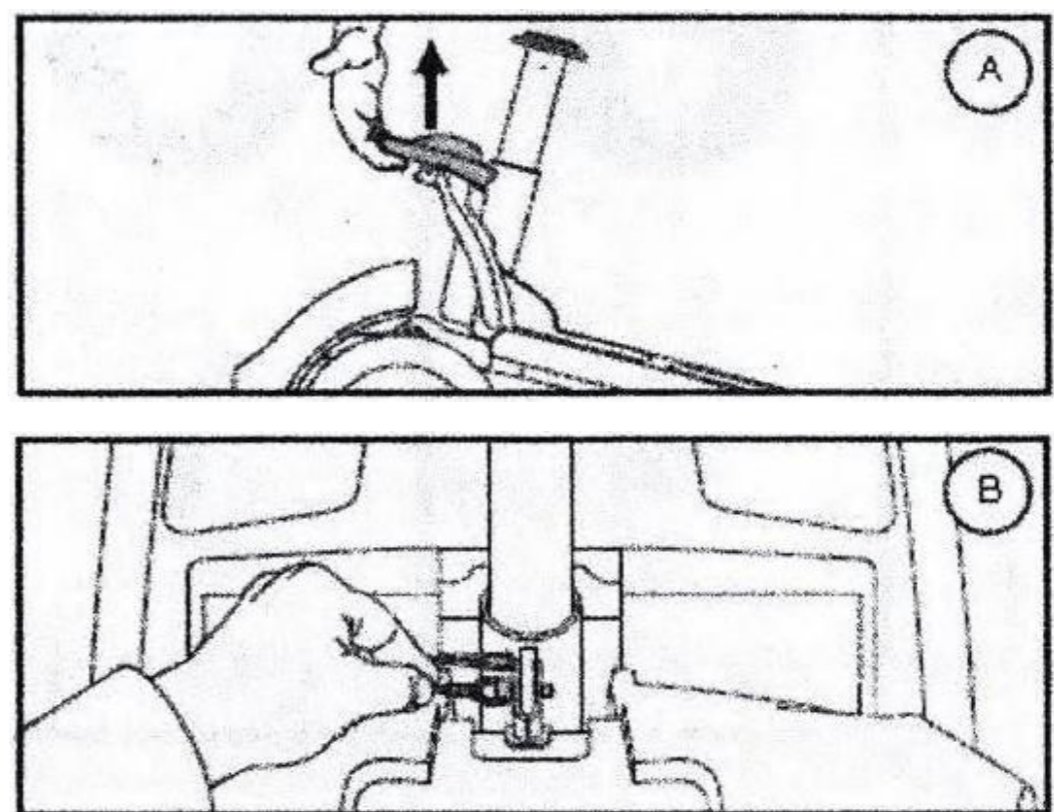

Bild 16
Vor dem Zusammenbau sollten Sie den letzten Teil des Scooters leicht nach hinten anheben und in die gleiche Ebene mit den Rädern bringen (Bild 16).
1. Richten Sie den vorderen Rahmenhaken auf das hintere untere Rohr und heben Sie den vorderen Teil mit Hilfe der Rahmenentriegelungsstange an (Bild 16).